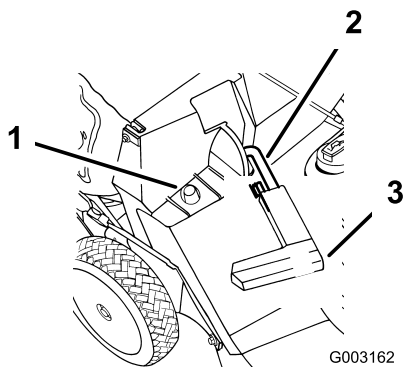

Figura 19
2. Asegúrese de que el tirador de la puerta de descarga está totalmente hacia adelante y que la clavija está situada en el cierre (Figura 19).
3. Coloque el agujero del marco de la bolsa sobre el poste de retención en el conducto de descarga (Figura 19).
2. Levante el tirador de la puerta de descarga y muévelo hacia adelante para que la clavija entre en el cierre (Figura 19).